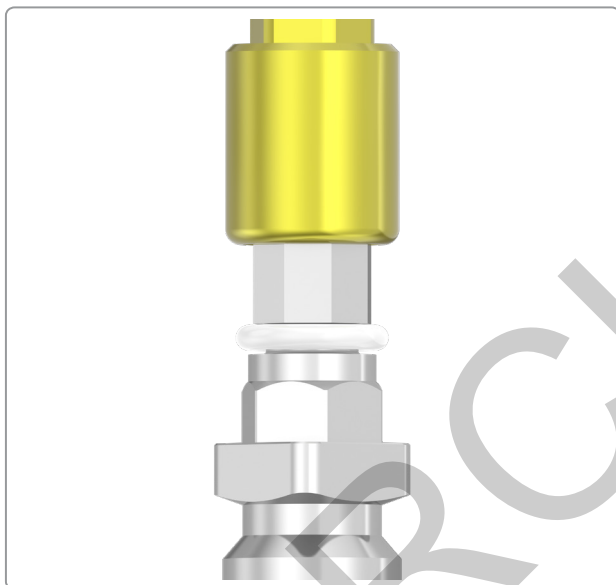
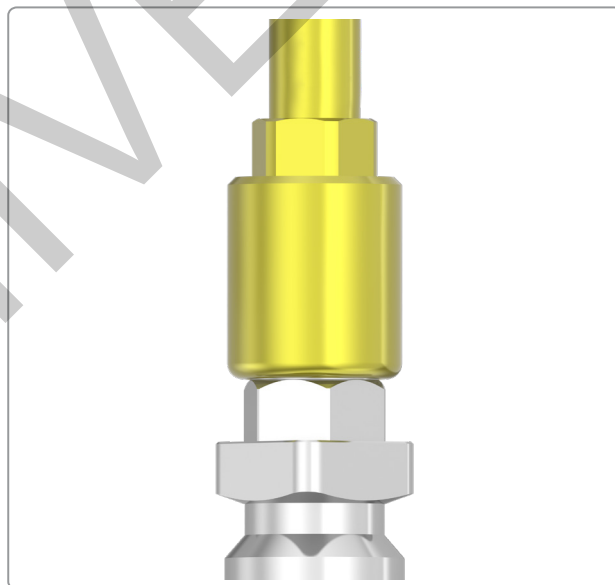

Imagen 9: No totalmente acoplado I-CON-IT
Imagen 10: Totalmente acoplado I-CON-IT
2. Asegúrese de que el I-CON-IT está completamente acoplado, según la *Imagen 10*. Si el I-CON-IT no está completamente acoplado, según la *Imagen 9*, pueden producirse daños en la herramienta de inserción y/o en el soporte del implante.